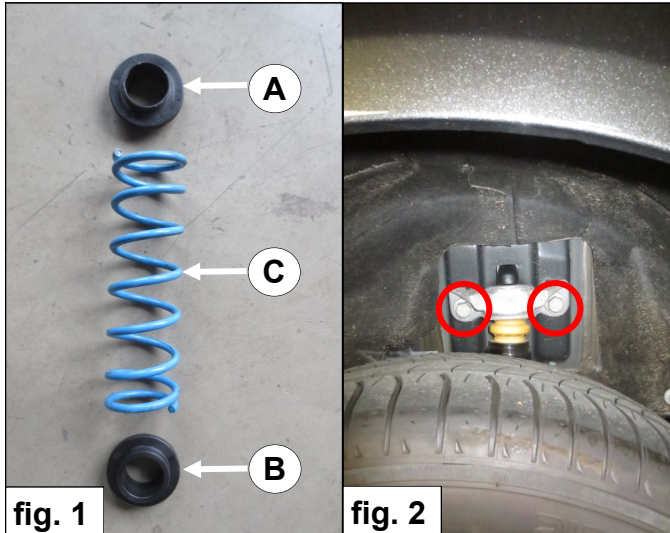

fig. 2
1. Demonteer de schokdemperbouten. **Let op dat de remleidingen en de kabels van de ABS niet onder spanning komen te staan!** Zie fig. 2.